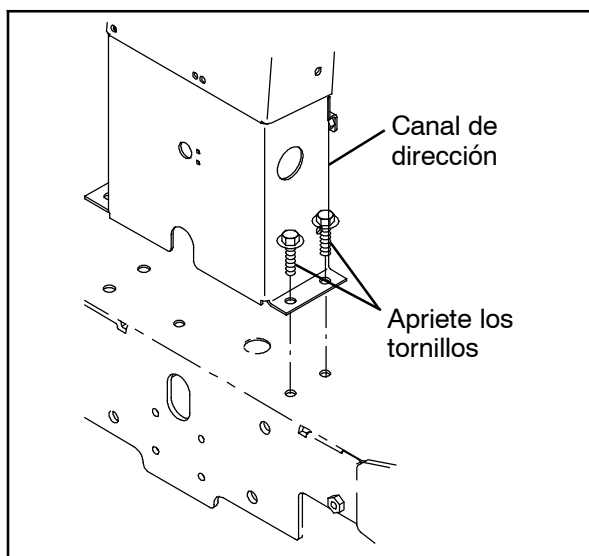

FIG. 41
15. Apriete los tornillos del canal de dirección (37 - 48 Nm / 27,3 - 35,4 pies lbf). (Fig. 41)